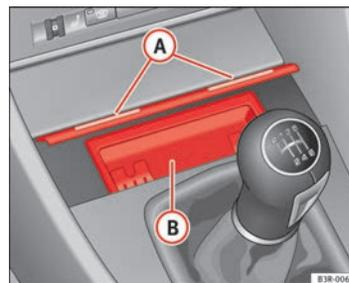

Fig. 122 Consola central: Cenicero abierto
- Presione brevemente sobre la moldura frontal del cenicero (A) ⇒ fig. 122.
- Agarre la carcasa del cenicero (B) ⇒ fig. 122 por sus concavidades laterales y extraígalas hacia arriba.